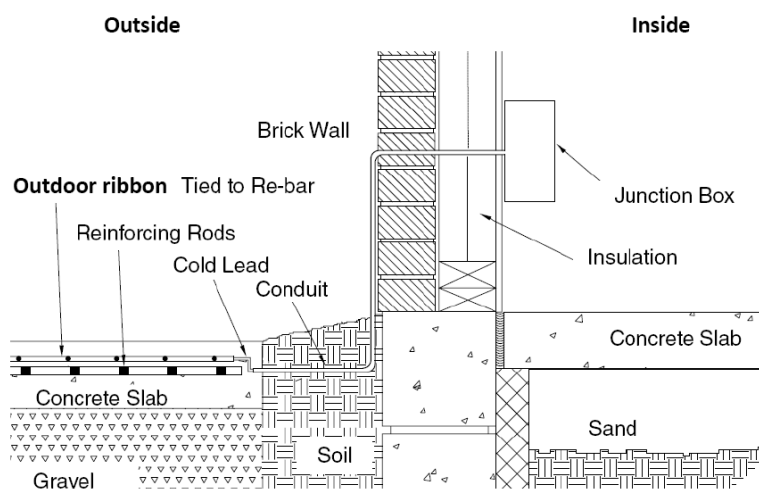

Fig.1.
- Fournir le renforcement approprié. Reportez-vous à la Fig.1.